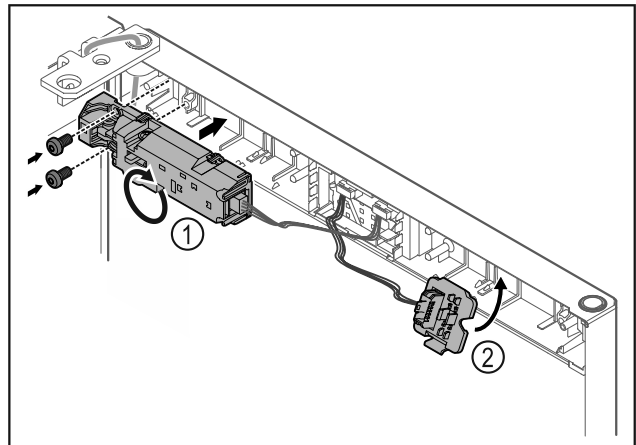

Fig. 19
- Otočte dálkový zámek Fig. 19 (1) o 180° a upevněte jej na protější straně.
- Zaklapněte držák zástrčky Fig. 19 (2) na protější straně.